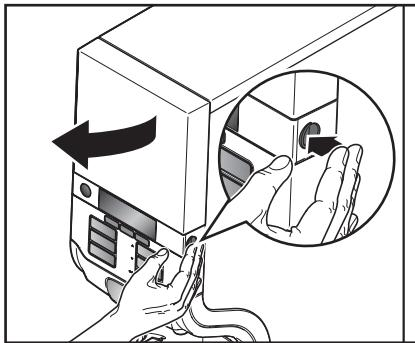

Рис. 21
1. Открыть дверцу автомата. (Рис. 21)